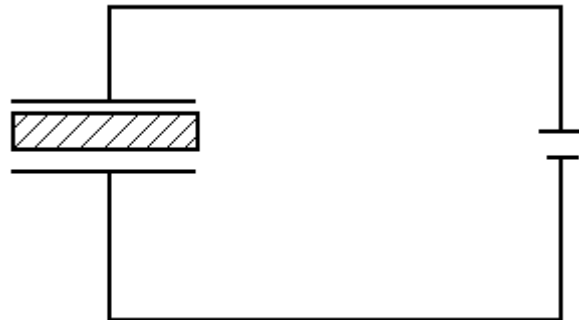

Рис.2
10. Плоский воздушный конденсатор с площадью пластин S и расстоянием между ними d подключен к батарее, поддерживающей постоянную разность потенциалов U . Параллельно обкладкам конденсатора в него вдвигают диэлектрическую пластину толщиной $L (L < d)$ с диэлектрической проницаемостью ε . Определите напряженность электрического поля во всем пространстве между обкладками и поверхностную плотность поляризационных зарядов (рис.2).